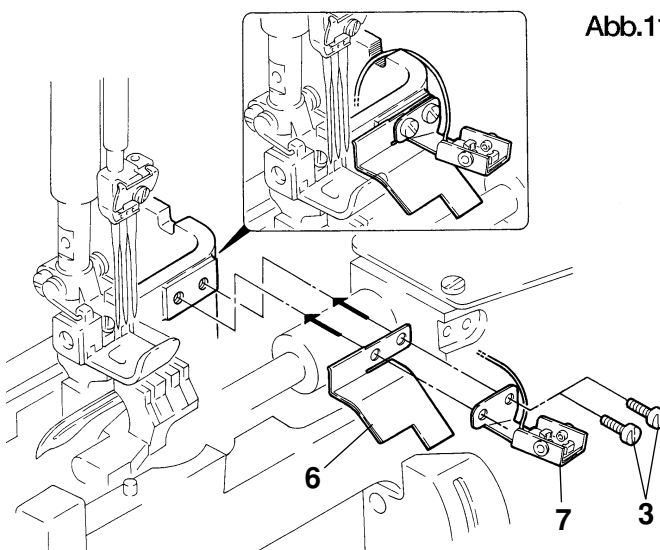

Abb.11
3. Abdeckung 6 und Greiferfadensensor 7 mit Schrauben 3 befestigen (siehe Abbildung 11).